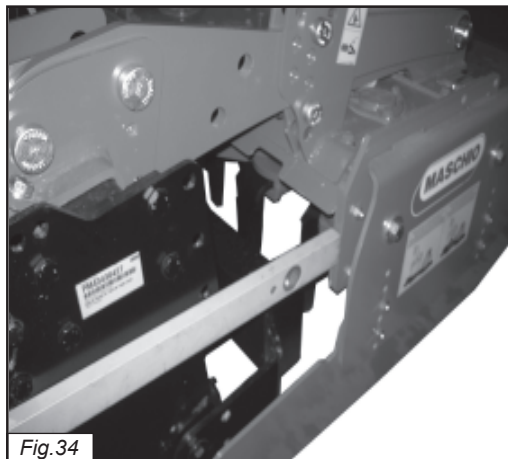

Fig.34
1) Controllare l'allineamento delle fiancate rullo rispetto alle fiancate macchina. (fig.34)
1) Contrôler que les cotés rouleau soient bien en ligne avec les cotés de la machine (Fig.34)
1) Kontrollieren Sie dass die Walzewänden in Maschinewändenreihe aufgestellt sind (Bild 34)